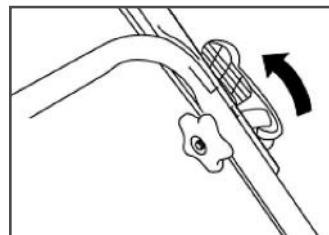

Рис. 2 Соединение верхней и нижней части рукоятки
- Совместите верхнюю и нижнюю части рукоятки так, чтобы совпали отверстия и соедините их при помощи эксцентриковых фиксаторов (Рис. 2).